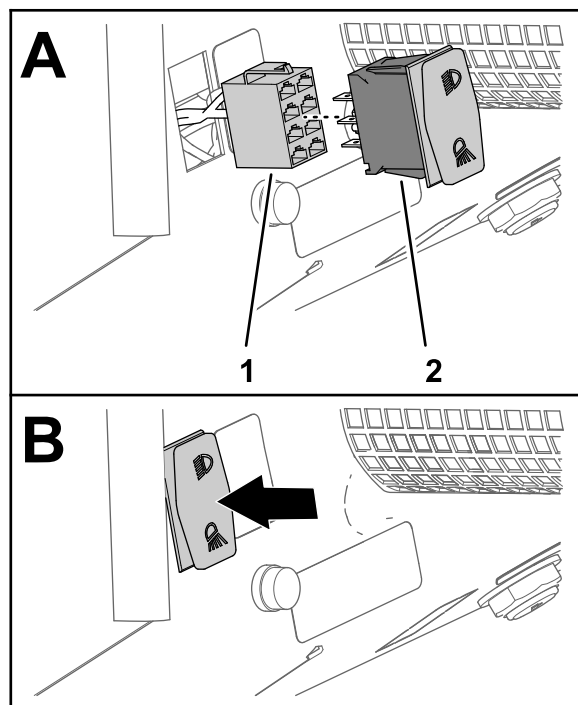

Figura 31
5. Enchufe el interruptor basculante del kit en el conector hembra de 8 vías del interruptor de los faros (Figura 31).
6. Introduzca el interruptor basculante en el hueco del salpicadero hasta que encaje firmemente en el salpicadero (Figura 31).